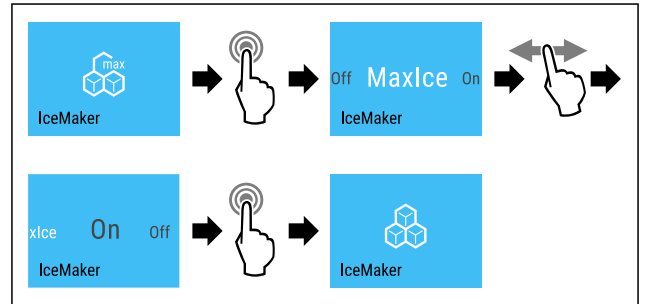

Fig. 19
- Proved'te akční kroky (viz Fig. 19).